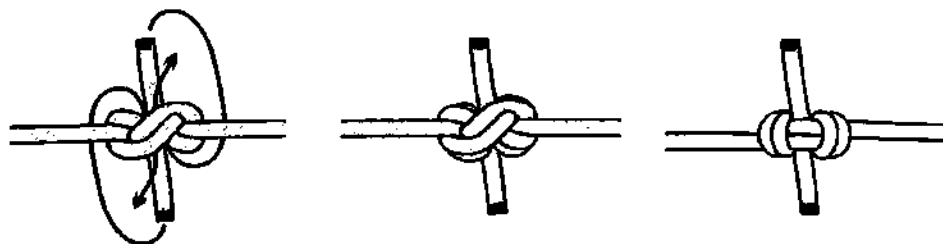

Рис. 851. Усиленный *охотничий узел*.
**Охотничий узел** можно усилить (рис. 851). Он будет несколько дольше развязываться после использования, но из-за увеличения радиуса изгибов в узле, он намного меньше будет ослаблять трос, да и контрольные узлы ему уже не понадобятся.